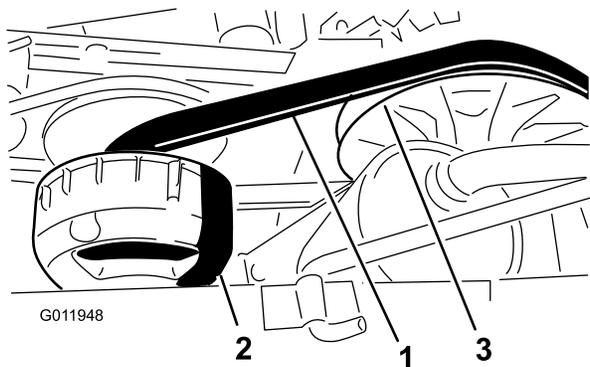

Figura 45
3. Rode e verifique se a correia (Figura 45) apresenta sinais de desgaste ou se está danificada. Substitua a correia, sempre que for necessário.
1. Rode e coloque a correia sobre a embraiagem secundária (Figura 45).
2. Retire a correia da embraiagem primária (Figura 45).